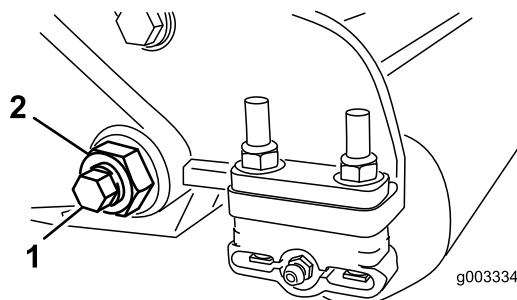

Figura 28
3. Su ciascun lato della macchina, allentate il dado di bloccaggio che fissa il bullone della barra di appoggio (Figura 28).
verso il basso e rimossa dal bullone della macchina (Figura 28).